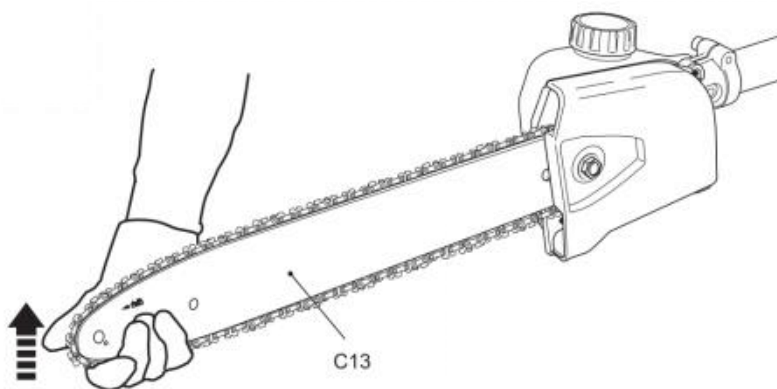

Fig. 13
- 2) Sollevare la punta della barra di guida (C13) e mantenerla in quella posizione mentre si regola la tensione (Fig. 13).